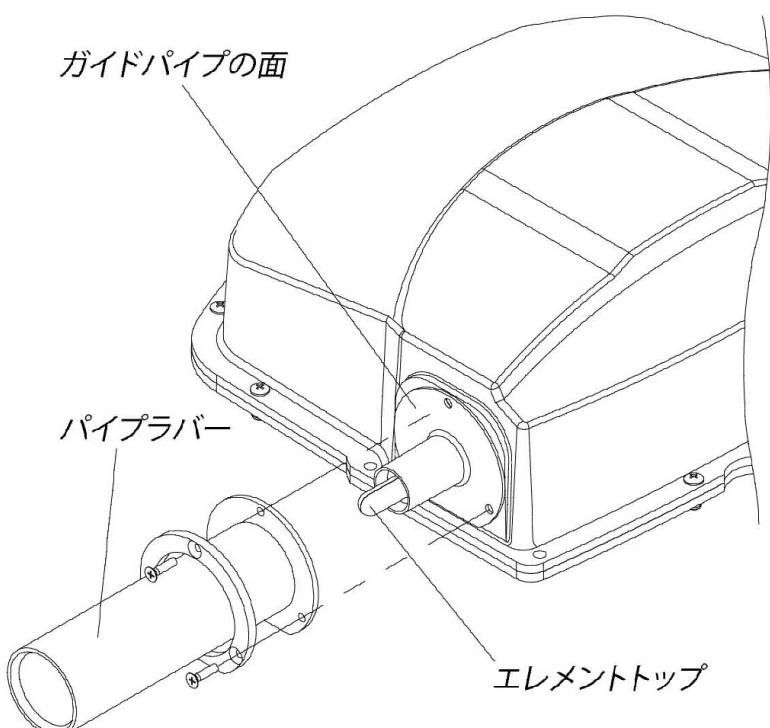
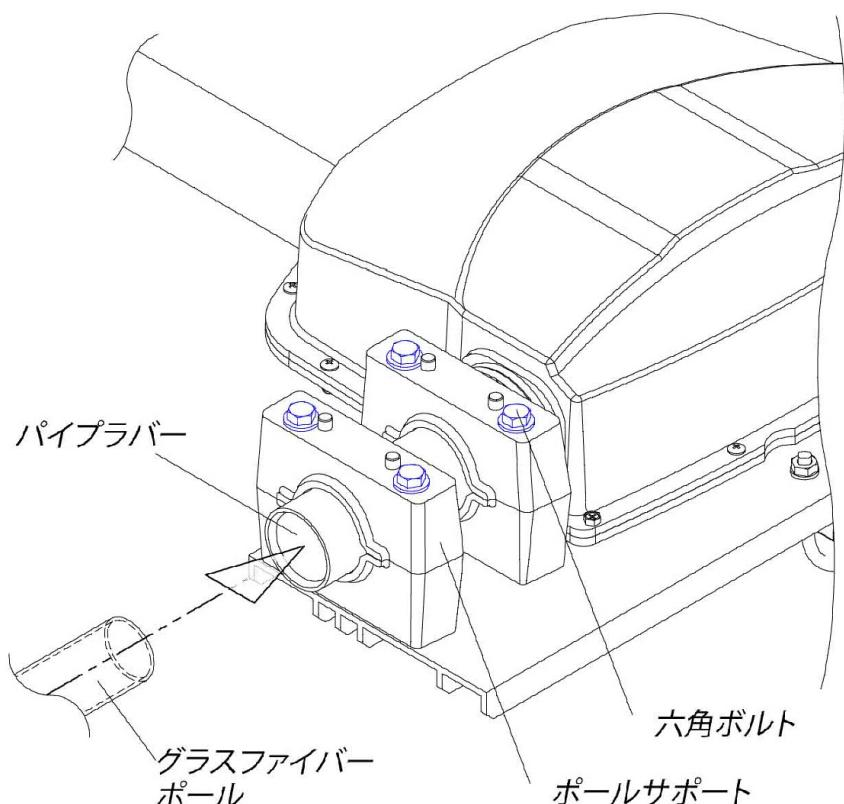

図 29
図 30
[図29参照]
[図29、図30参照]
- ・図29を参照してガイドパイプの